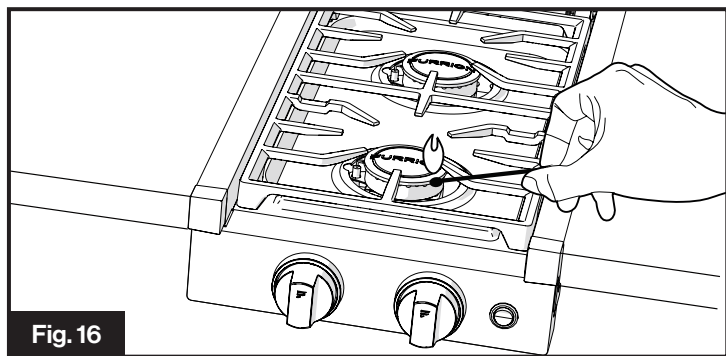

Fig. 16
- Frappez et placez une longue allumette en bois allumée, ou un briquet butane allongé près du brûleur à travers les espaces de la grille pour allumer le brûleur. (Fig.16)